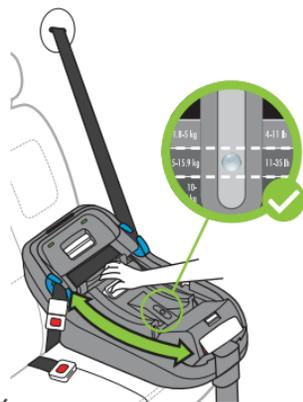

Figure 67
- Tirez et tenez la poignée de réglage du mécanisme d'inclinaison et faites pivoter le mécanisme d'inclinaison, comme illustré à la **Figure 67**, dans la position d'inclinaison maximale qui garde une partie de la bulle dans la plage spécifiée sur l'indicateur d'inclinaison pour le poids de l'enfant.